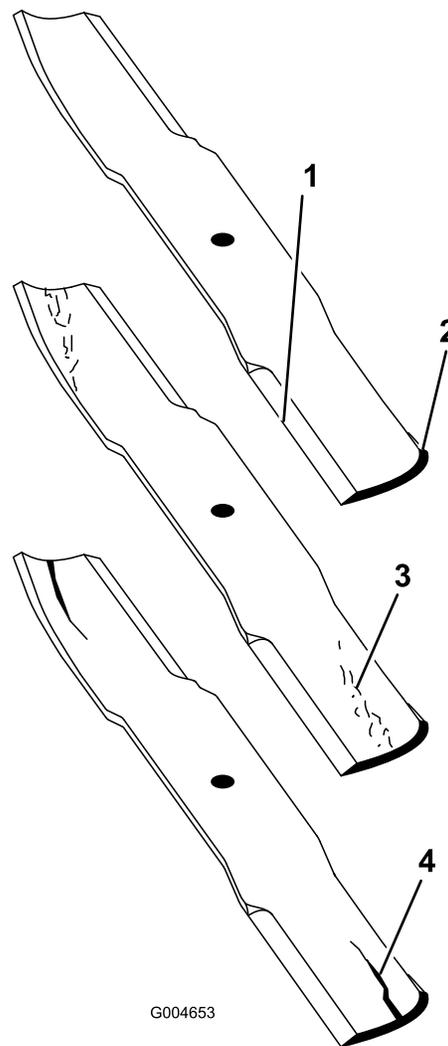

Figura 79
3. Examine cuidadosamente los extremos de corte de la cuchilla, sobre todo en el punto de reunión entre la parte plana y la parte curva de la cuchilla (Figura 79).
**Nota:** Puesto que la arena y cualquier material abrasivo pueden desgastar el metal que conecta las partes curva y plana de la cuchilla, compruebe la cuchilla antes de utilizar el cortacésped. Si se aprecia desgaste (Figura 79), cambie la cuchilla.